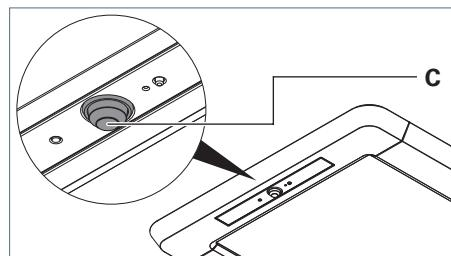
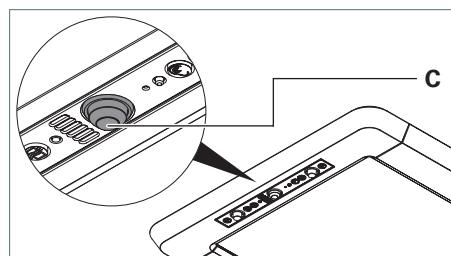

Fig. 31: Capteur PIR, modèle R.
Fig. 32: Capteur PIR, modèle RX.
- ▶ Orientez la tête sphérique **C** du capteur PIR dans le sens souhaité, voir Fig. 31 et voir Fig. 32.